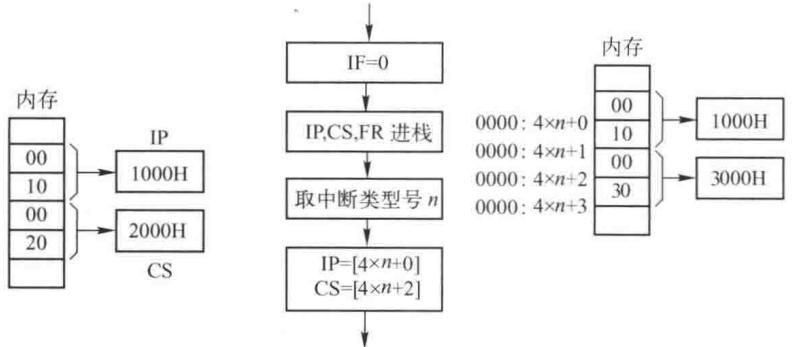

图 9-14 INTR 中断
① 这种中断一旦发生，CPU 在当前指令执行完后，首先检查标志寄存器中的 IF 是否置“1”，若 IF=0，则该中断请求不被响应，只有当 IF=1 时，CPU 才能响应这个中断请求。
② 这种中断请求需要设备提供中断类型号。CPU 响应中断后，取中断类型号的 4 倍作为中断服务入口地址表的地址，通过查表得到相应的中断服务程序首地址，转去执行相应的中断服务程序（如图 9-14 所示）。